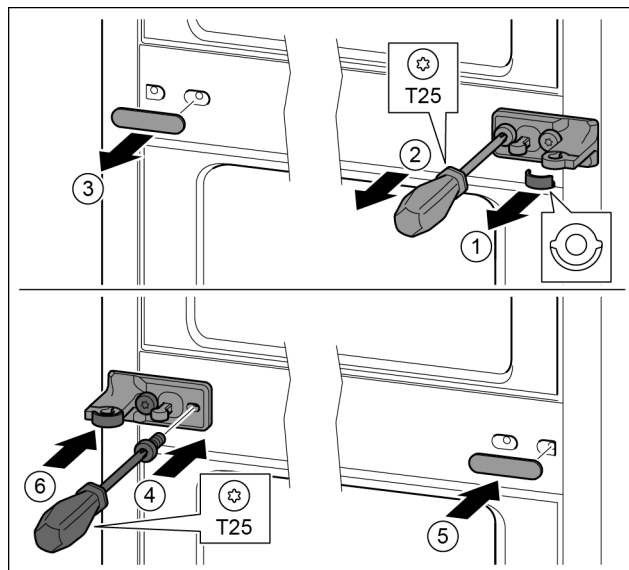

Fig. 14
- ▶ Vytiahnite podložku. Fig. 14 (1)
- ▶ Skrutkovačom T25 vyskrutkujte skrutku. Fig. 14 (2)
- ▶ Opatrne vytiahnite kryt. Fig. 14 (3)
- ▶ Ložiskovú konzolu s fóliou priskrutkujte otočenú o 180° na druhú stranu. Fig. 14 (4)
- ▶ Kryt pripievte otočený o 180° na druhú stranu. Fig. 14 (5)
- ▶ Podložku nasuňte spredu. Fig. 14 (6)